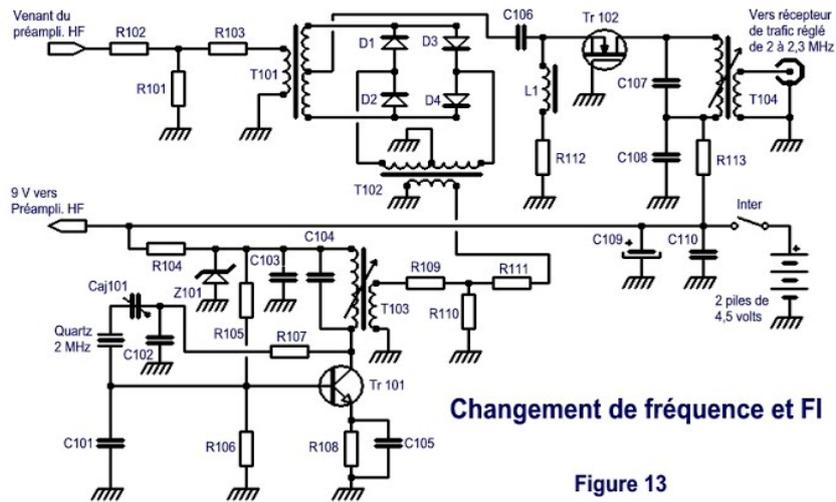

Figure 13
**Remarques :** j'ai rajouté un atténuateur en T de -10 dB après l'étage HF (figure13). Cela permet d'adapter la sortie du préampli HF au primaire de T 101. La précision n'est pas indispensable, c'est pour cela que j'ai adopté des valeurs de résistances à 5%. De plus on peut se permettre de perdre 10 dB, l'étage HF étant largement pourvu en gain. Celui-ci est présent, surtout pour une sélectivité maximum, avant mélange.
### Nomenclature des composants de la figure 13